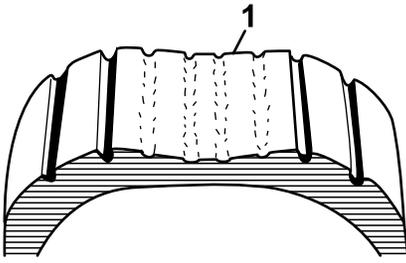

Figure 32
1. Vérifiez visuellement l'état et l'usure des pneus (Figure 31 et Figure 32).